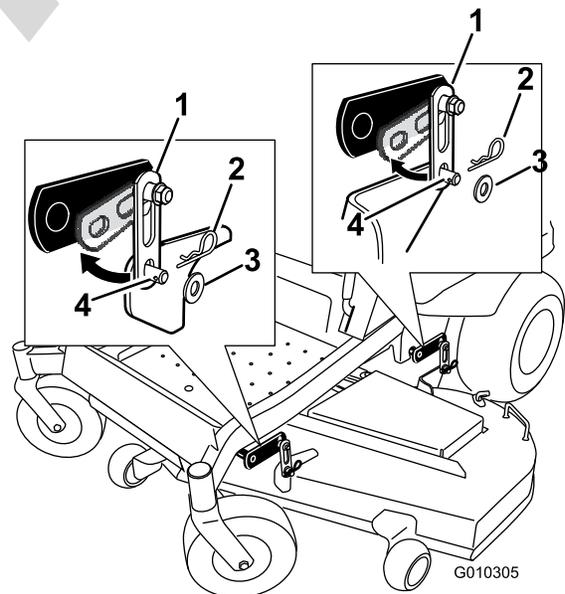

Figura 73
2. Retire los herrajes de las pletinas de suspensión delanteras y traseras en ambos lados de la carcasa (Figura 73).
5. Eleve la parte trasera de la carcasa del cortacésped y sujete el soporte trasero de la carcasa a las pletinas de suspensión traseras. Sujételos con una arandela y un pasador de horquilla (Figura 73).
sujételas con una arandela y un pasador de horquilla (Figura 73).